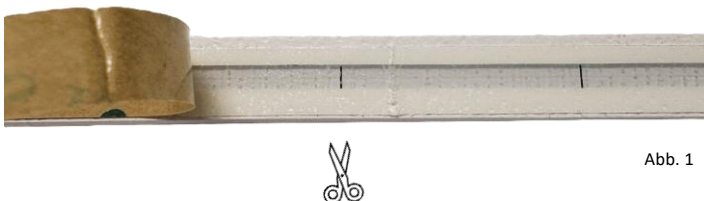

Abb. 1
2. Messen Sie den LED-Streifen auf die gewünschte Länge ab und lösen Sie dann an der entsprechenden Stelle auf der Rückseite die Klebeschuttfolie. Nun werden kleine Strichmarkierungen sichtbar. Exakt dort kann der LED-Streifen gekürzt werden. (Abb. 1)